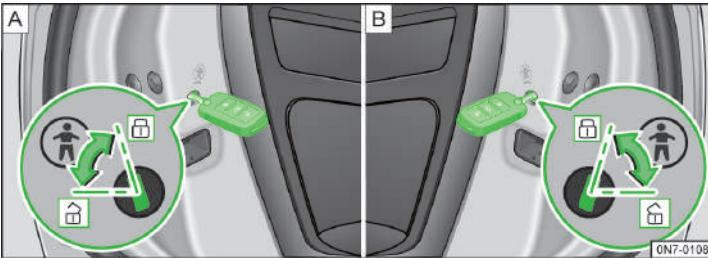

图 52 儿童安全门锁
- 将钥匙插入如图所示位置并沿箭头方向转动到位置 A » 图 52，儿童安全门锁开启。车门只能从车外打开，无法用车门内开扳手从车内打开车门。
- 沿相反的方向转动钥匙到位置 B » 图 52，儿童安全门锁关闭。车门既能从车内打开又能从车外打开。